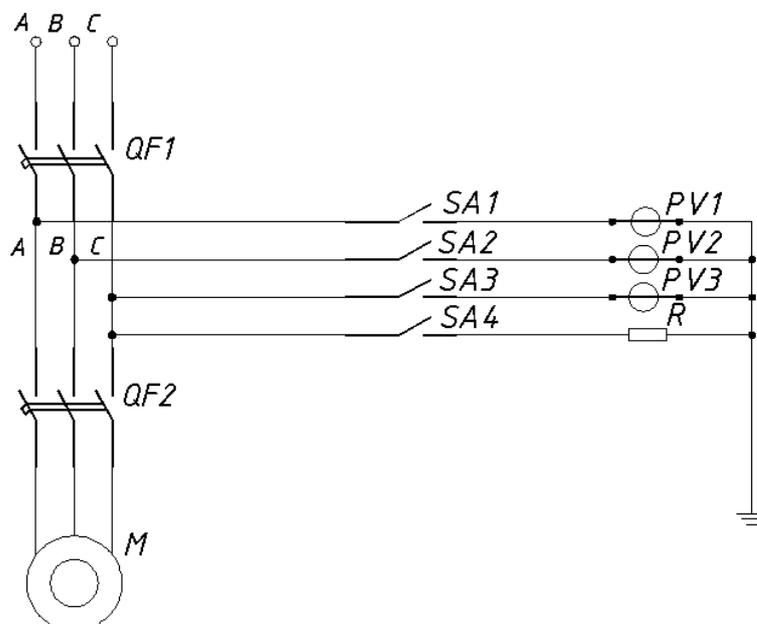

Рисунок 2 – Схема для измерения сопротивления изоляции
- 1 Собрать схему (рисунок 2.).